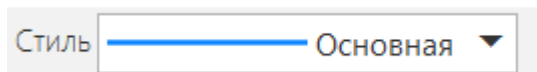

Рисунок 21 - Стиль линии Основная
- Контур, к которому будет применена операция, должен отображаться стилем линии Основная (линии других стилей будут проигнорированы) (Рисунок 21);